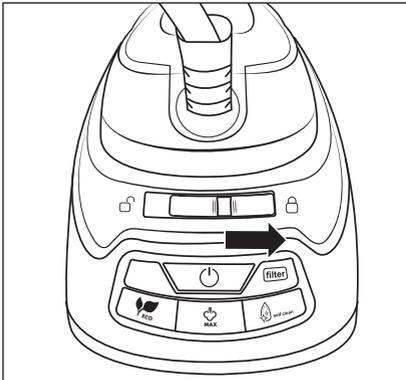

Abb. 8
- 4) Verriegeln Sie das Dampfbügeleisen **1**, indem Sie den Verriegelungsschalter **1b** nach rechts in Richtung  (verriegelt) schieben (siehe Abb. 8).